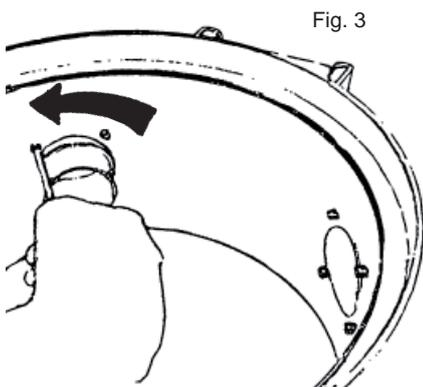

Fig. 3
1. Løsn støvsugerrørets sokkel ved at skruede fire Torx-kombinationsskruer ud med en Torx T20 eller en almindelig skrue-trækker, Fig. 3.